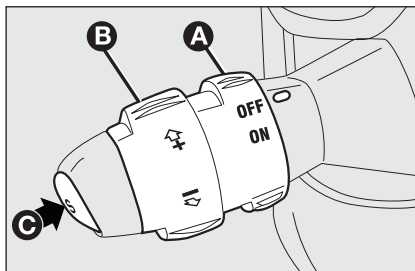

fig. 54
Ruotare la ghiera **A**-fig. 54 in posizione **ON**.
- ruotare la ghiera **A**-fig. 54 su **ON** e premendo il pedale dell'acceleratore portare la vettura alla velocità desiderata;
- premere il pulsante **C-fig. 54**.
- ruotando momentaneamente la ghiera **B-fig. 54** su (+).
- mantenendo ruotata la ghiera **B-fig. 54** su (-) fino al raggiungimento della nuova velocità che resterà automaticamente memorizzata.
Ruotare la ghiera **A-fig. 54** su **OFF** o la chiave di avviamento in posizione **STOP**. Il dispositivo viene inoltre automaticamente disinserito in uno dei seguenti casi:
In caso di funzionamento difettoso od avaria del dispositivo, ruotare la ghiera A-fig. 54 su OFF e rivolgersi alla Rete Assistenziale Fiat dopo aver verificato l'integrità del fusibile di protezione.